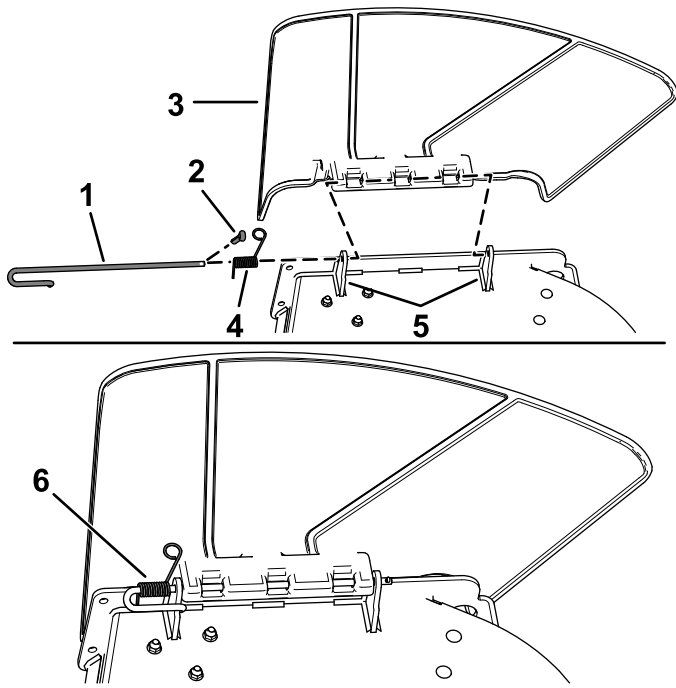

Figura 1
1. Retire el pasador (Figura 1).
2. Desenganche el muelle de la muesca del soporte del deflector, y retire la varilla de los soportes soldados de carcasa, el muelle y el deflector de descarga (Figura 1).